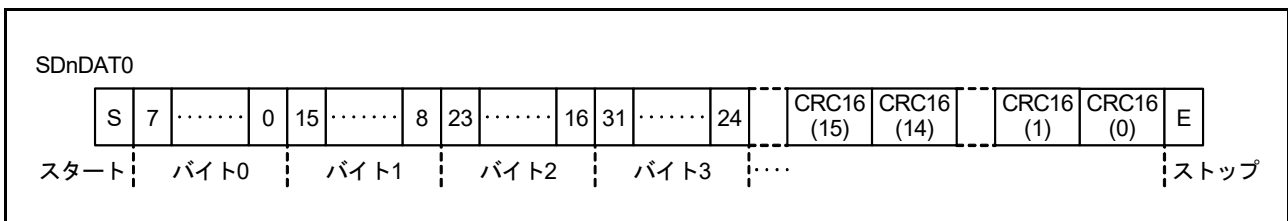
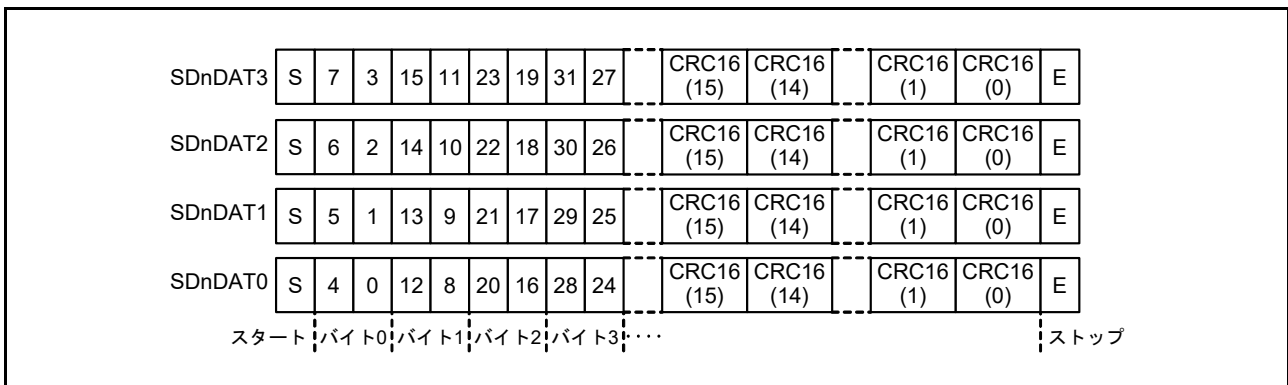

図 43.2 1 ビット幅モードの SDnDAT
図 43.3 4 ビット幅モードの SDnDAT
1. SD/MMC ホストインタフェースが SDnDAT 信号により SD カード / MMC からデータを受信する (図 43.2 および図 43.3 を参照)。